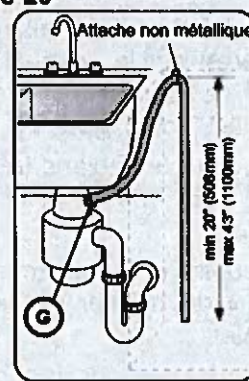

Figure 12
2. Directement sur le raccordement de vidange de lave-vaisselle d'un broyeur de déchets, comme l'indique la Figure 12.